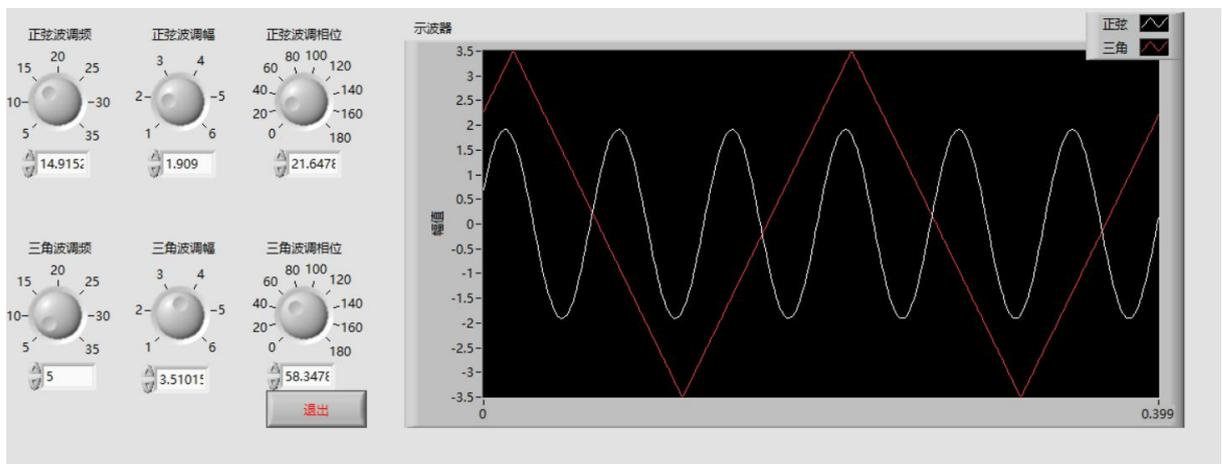

图 2-4-2 仿真信号采集界面
LabVIEW 为用户提供了丰富的图形显示控件,而且使用起来极其方便,如下图 2-4-2 所示,本任务使用波形图标同时显示一条正弦曲线与一条三角波形曲线,并可以通过旋钮进行波形的频率,幅值,相位调节,点击退出按钮可以退出程序运行。正弦信号和三角信号可用 LabVIEW 提供的仿真信号产生。
- ① 在 E 盘新建工程文件夹,文件夹以“班级+姓名”进行命名,打开 LabVIEW 新建 VI, VI 名为“仿真信号采集”,并存放文件夹中;
- ② 在前面板中,根据图 2-4-2 所示放入波形图表,并命名为示波器;
- ③ 在前面板中,根据图 2-4-2 所示放入六个旋钮,分别命名为正弦波调频,正弦波调幅,正弦波调相位,三角波调频,三角波调幅,三角波调相位;
- ④ 在前面板中,放入停止按钮,将标签设为不可见,文本设置为退出,红色;
- ⑤ 在前面板中,正弦与三角调频旋钮范围设置为 5~35,正弦与三角调幅旋钮范围设置为 1~6,正弦与三角调相位旋钮范围设置为 0~180,数值显示在旋钮正下方,同时也可以通过数值进行调节;
- ⑥ 在前面板中,示波器显示曲线设置为 2 条,分别命名为正弦波和三角波,正弦波线形为实线颜色为白色,三角波线形为实线颜色为红色;
- ⑦ 程序框图中放入两个仿真信号,分别设置为正弦信号与三角信号;
- ⑧ 程序框图中将旋钮与仿真信号对应接口相连接以实现调节功能；
- ⑨ 程序框图中将三角与正弦信号与示波器连接，程序设置 1s 延时；
- ⑩ 使用 while 循环实现程序不断运行，并正确连接退出按钮实现退出功能。